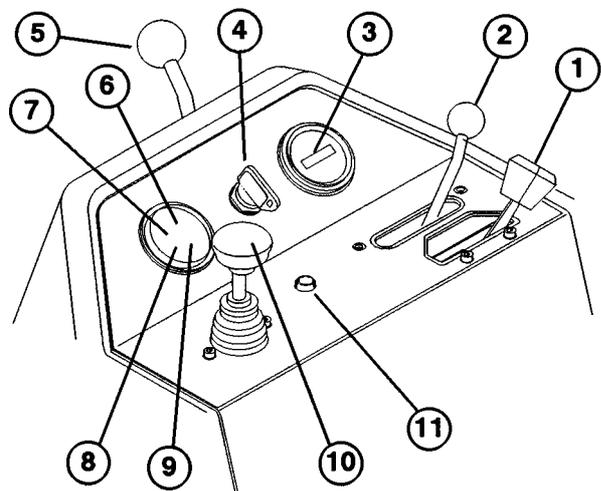

Bild 10
Gashebel (Bild 10)—Mit dem Gashebel wird die Motordrehzahl geregelt. Bewegen des Gashebels in Richtung "FAST" [Schnell] erhöht die Motordrehzahl; Bewegen des Gashebels in Richtung "SLOW" [Langsam] reduziert die Motordrehzahl.
Schalthebel (Bild 10)—Vermittelt zwei (2) Antriebsmöglichkeiten sowie "NEUTRAL" [Leerlauf]. Es ist zulässig, von Mähen auf Transport oder Transport auf Mähen umzuschalten (nicht auf Neutral), während sich der Greensmaster 3200-D bewegt. Daraus folgt kein Systemschaden.
Betriebsstundenzähler (Bild 10)—Zeigt die Betriebsstunden an, die von der Maschine absolviert wurden. Der Betriebsstundenzähler läuft, sobald die Zündung auf EIN gestellt wird.
Zündschloß (Bild 10)—Den Schlüssel in das Schloß stecken und soweit wie möglich nach rechts auf START drehen, um den Motor anzulassen. Sobald der Motor anspringt, den Schlüssel wieder loslassen; dieser geht dann automatisch auf EIN zurück. Den Schlüssel im Gegenuhrzeigersinn auf AUS drehen, um den Motor abzustellen.
Lenksäulensperrhebel (Bild 10)—Den Hebel nach hinten drehen, um die Einstellung zu lockern, die Lenksäule für besten Fahrerkomfort anheben oder absenken und dann den Hebel vorwärts drehen, um die Einstellung zu sperren.
Wassertemperaturleuchte (Bild 10)—Diese Lampe leuchtet auf und der Motor stellt sich automatisch ab, wenn die Kühlmitteltemperatur zu hoch geht.
Übersteuerungstaste –Temperatur-hoch-Abstellung (Bild 10)—Wenn sich der Motor infolge zu hoher Temperatur abstellt, ist die Übersteuerungstaste eingedrückt zu halten, bis die Maschine an einen sicheren Ort gebracht werden kann, wo sie sich abkühlen kann.
Glühkerzen-Meldeleuchte (Bild 10)—Aufleuchten dieser Meldelampe zeigt an, daß die Glühkerzen zugeschaltet sind.
Batteriewarnleuchte (Bild 10)—Diese Lampe leuchtet bei unzufriedenstellendem Ladezustand der Batterie auf.
Öldruckleuchte (Bild 10)—Diese Lampe leuchtet auf, wenn der Motoröldruck unter das sichere Niveau fällt.
Anheben/Absenken/Mähen-Schalthebel (Bild 10)—Bewegen dieses Schalthebels nach vorne während des Betriebs senkt die Schnittwerke ab und führt zum Drehen der Spindeln. Den Schalthebel nach hinten ziehen, um die Spindeln zum Stillstand zu bringen und die Schnittwerke anzuheben. Während des Betriebs können die Spindeln abgestellt werden, indem der Schalthebel kurz rückwärts gezogen und dann wieder losgelassen wird. Die Spindeln durch Vorwärtsschieben des Schalthebels wieder zuschalten.